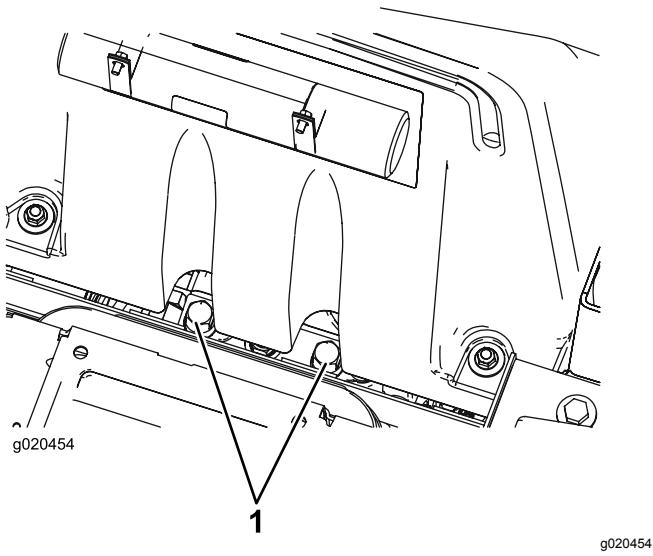

Bild 57
1. Klappen Sie den Sitz hoch und ermitteln Sie die Sicherheitsventile, die sich unter der Vorderseite des Kraftstofftanks befinden (Bild 57).